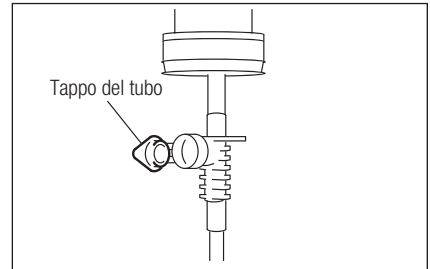

Fig. 14
- 3) Aprire il tappo del tubo per fare entrare aria nella bottiglia. (Fig. 14).